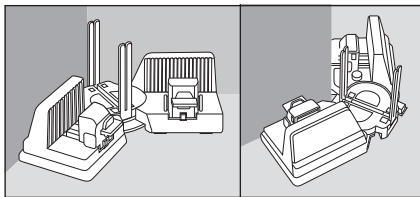

Abb. 4
- ◆ Legen Sie das Produkt in oder um eine Ecke, um einen Innen- oder Außenwinkel zu messen. Die beweglichen Arme **1** müssen plan zur Wand anliegen (siehe Abb. 4).